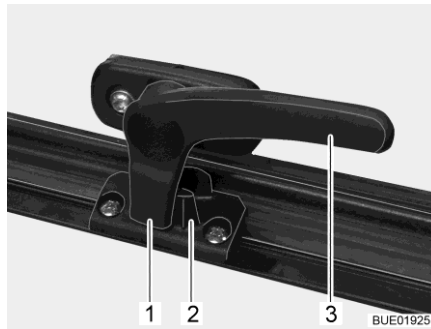

Bild 14 Verriegelungshebel in Stellung "geschlossen"
- Den Verriegelungshebel (Bild 14,3) eine viertel Umdrehung zur Fenstermitte hin drehen.
- Den Verriegelungshebel (Bild 14,3) eine viertel Umdrehung zum Fensterrahmen hin drehen. Die Verriegelungsnase (Bild 14,1) liegt auf der Innenseite der Fensterverriegelung (Bild 14,2).
- in Stellung "fest verschlossen" (Bild 14).